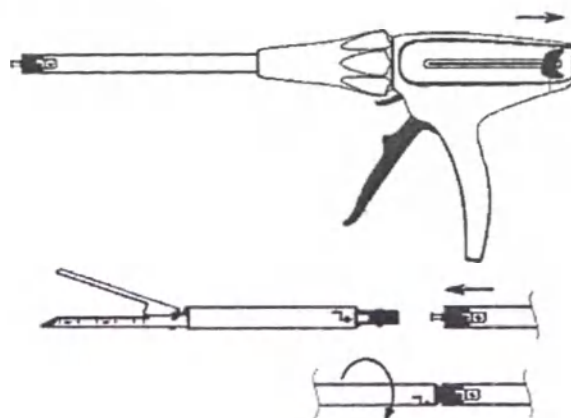

Рисунок 5 - Загрузка медицинского изделия
3. Чтобы загрузить степлер медицинский линейный режущий однократного применения загрузочным устройством вставьте штифт, расположенный на дальнем конце металлического вала, в загрузочный блок. Убедитесь, что индикатор загрузки степлера совпадает с индикатором на загрузочном устройстве. Вставьте загрузочное устройство и поверните его по часовой стрелке на 45° относительно степлера, чтобы блок загрузки зафиксировался на месте (рис.5).